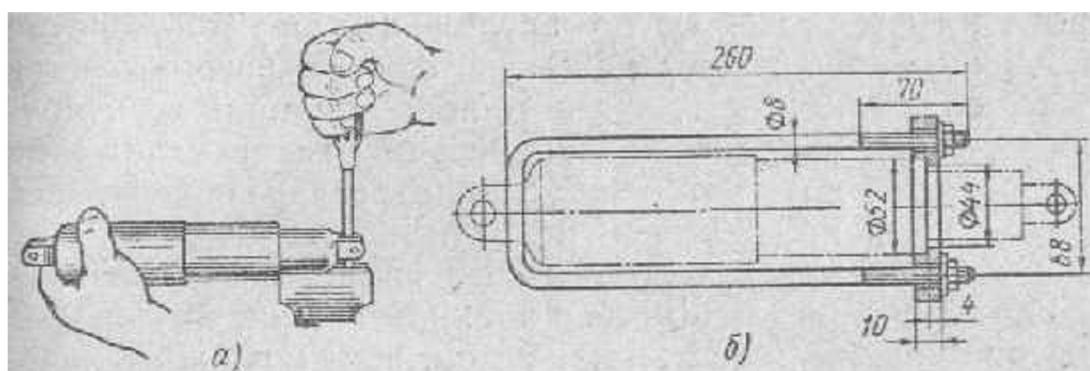

Рис. 130. Сжатие пружины амортизатора при его разборке:
3. Сжать пружину, приложив усилие к нижнему (хромированному) кожуху, и удалить освободившиеся полукольца из канавок. Если не удается сжать пружину руками, можно воспользоваться тисками (рис. 130, а) или специальным приспособлением (рис. 130, б).